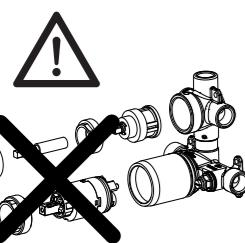

Fig. 8.2
4) Realizar la soldadura antes de su colocación en la pared (Fig. 8.2) con estaño de plata (Fig. 8.3). Enfriar con un paño húmedo las zonas de los cartuchos (indicadas con flechas) cada vez que se sudele (Fig. 8.4).
4) Perform the welding before the placement in the wall (Fig. 8.2) with silver tin (Fig. 8.3). Please cool the areas nearby cartridges (indicated with arrows) with a damp cloth each time you weld.
4) Effectuez le soudage avant de le placer sur le mur (Fig. 8.2) avec de l'étain argenté (Fig. 8.3). Refroidissez avec un chiffon humide les zones des cartouches (indiquées par des flèches) à chaque soudage (Fig. 8.4).